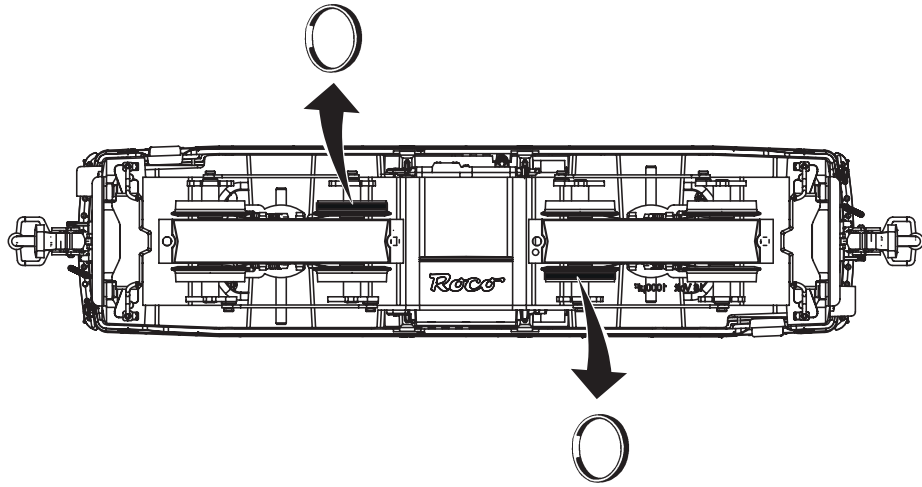

Fig. 7
**1. Schmierung:** Versehen Sie die im Schmierplan in Fig. 7 gekennzeichneten Stellen mit nur **kleinen Öltropfen**. Dazu zuerst das Lokgehäuse abnehmen (Fig. 3). Wir empfehlen den **ROCO Öler Art.-Nr. 10906**. Fürs Schmieren der Getriebeteile (Zahnräder, Schnecke) empfehlen wir das **ROCO-Spezialfett Art.-Nr. 10905**. Im Falle der Schmierung diese Teile **nicht ölen**.
**1. Lubrication:** Apply **tiny oil drops** to spots marked in fig. 7. Prior to lubrication dismantle locomotive (fig. 3). We recommend using item no. **10906, Roco oiler**. For lubrication the gearparts (e.g. cogwheels, worm) we should recommend our Roco **special grease** (item no. **10905**).
**1. Graissage:** N'appliquez **qu'une toute petite goutte** aux endroits indiqués par le plan de graissage (fig. 7) après avoir démonté la caisse de la locomotive (fig. 3). Nous vous recommandons le **graisseur à huile Roco réf. 10906**. Pour graisser les engrenages (roues dentées, vis sans fin) nous vous conseillons la **graisse spéciale Roco réf. 10905** pour engrenages en matières synthétiques. Lorsque vous utilisez cette graisse il faut éviter d'huiler ces composants.